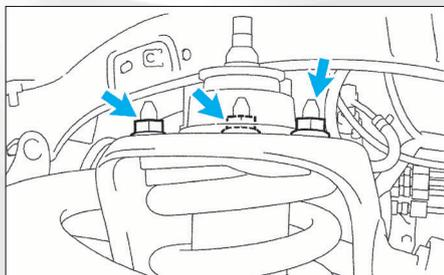

FIG. 3
- Déposer les fixations supérieures de l'élément de suspension sur le châssis (fig. 3).